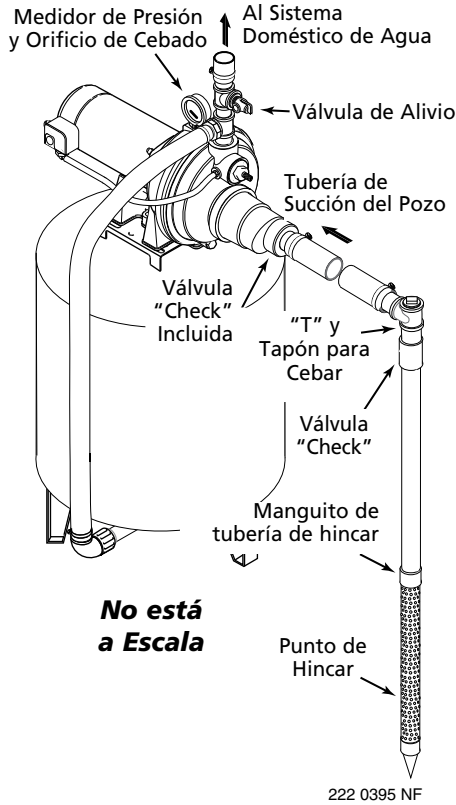

Figura 4 – Instalación del Punto de Hincado
## Nuevo de Poca Profundidad, Instalacion del punto de pozo (Figura 4)
4. Utilice el menor número de conexiones posible (especialmente codos) al conectar la tubería desde el punto del pozo al orificio de succión de la bomba. La tubería de succión debe ser por lo menos del mismo tamaño que el orificio de succión en la bomba (incluya una válvula "check" - Vea la Figura 4). Soporte la tubería para que no haya inclinaciones verticales o hundimientos en ella a fin de que no ejerza tensión sobre el cuerpo de la bomba y con el propósito de que no se incline ligeramente hacia arriba desde el pozo hacia la bomba (los puntos altos pueden ocasionar que se formen bolsas de aire que pueden bloquear la bomba). Sellar las juntas de la tubería de aspiración con cinta selladora de PTFE para roscas de tubería en PVC. Las juntas deben ser a prueba de agua y estar herméticamente cerradas. Si la tubería de succión pudiera succionar aire, la bomba no podría sacar agua del pozo. Si un punto de pozo no proporciona suficiente agua, considere la posibilidad de conectar dos o tres puntos de a una tubería de succión.